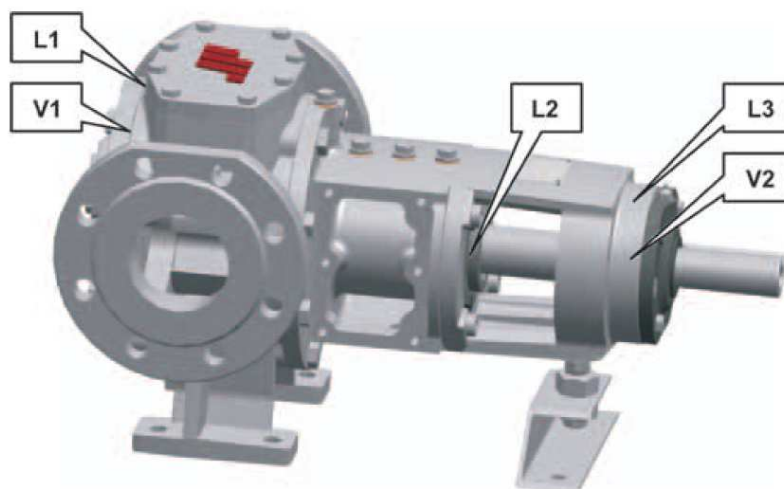

Рисунок. 1 - Обозначение возможностей мониторинга и рекомендуемые расположения (опционально)
Контроль температуры поверхности всегда является крайне важным в следующих зонах, смотрите рисунок 1:
- Отслеживание температур поверхностей корпуса насоса в обозначенных областях (смотрите рис.1 и 2), а также контроль или отслеживание охлаждающей среды в случае охлаждаемого уплотнения вала обеспечивает достаточную защиту от потенциально опасных ситуаций.